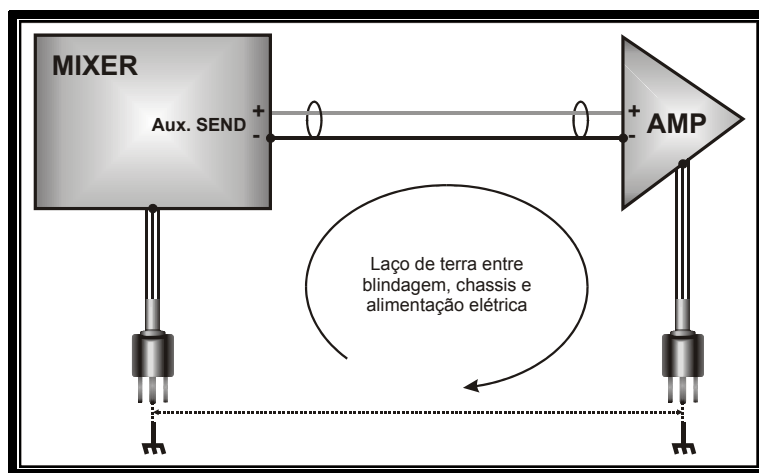

Figura 22 – Laços de Terra x Ruídos
- quando dois equipamentos são ligados em tomadas de energia AC diferentes, porém com o terra sendo comum para ambos (chassis interligados), no momento que um cabo de sinal de áudio efetuar a interligação entre estes equipamentos o elo de terra será formado. Neste laço há uma grande susceptibilidade de captação de ruídos externos, observe a figura 22 que ilustra esta situação.
Pela figura 22 parece óbvio que devemos levantar o terra de segurança de um dos equipamentos para eliminar o laço, porém neste caso estaremos também eliminando a proteção contra choques neste equipamento. Pois bem, a melhor solução para este problema é a